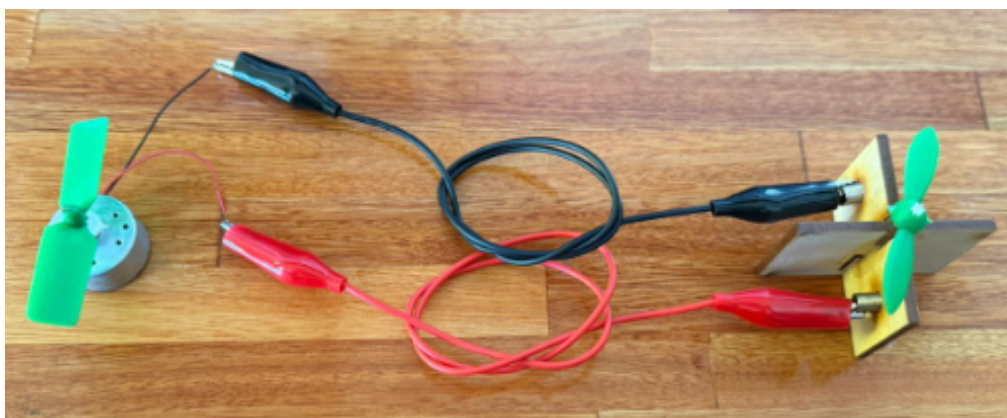

Fig. 3.13: configuración del experimento 3.
2. Conectar el motor redondo al motor solar chico, más sensible, y soplar sobre la hélice del motor redondo intentando que arranque el motor solar chico (Fig. 3.13).